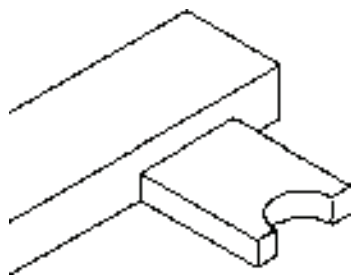

图 8-146 修剪图形的结果
19) 修剪图形。单击“修剪”按钮, 将轴测图右下部位中不需要的图形部分修剪掉, 修剪结果如图 8-146 所示。